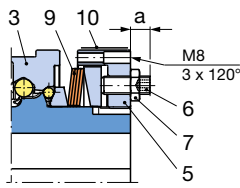

Fig. 10
- ☐ EAS®-compact® à rotation libre, tailles 4-5 : Déterminer la cote «a» à l'aide du tableau de réglage (10) collé sur l'écrou de réglage (5), fig. 10.
- Bloquer à nouveau les vis sans tête (6) avec les écrous hexagonaux (7).
Le réencclenchement s'effectue à l'aide de 3 vis à tête hexagonale M8 (à la charge du client), vissées uniformément dans l'écrou de réglage (5), fig. 10.